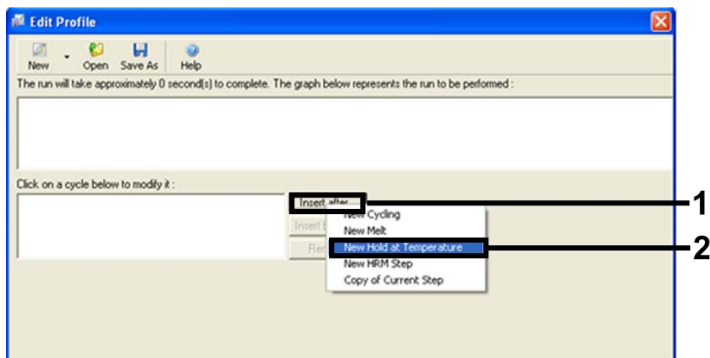

Abbildung 4. Einfügen eines ersten Inkubationsschritts
6. Klicken Sie auf Insert after (Einfügen nach) und wählen Sie die Option New Hold at Temperature (Neue Temperatur halten) (Abbildung 4).